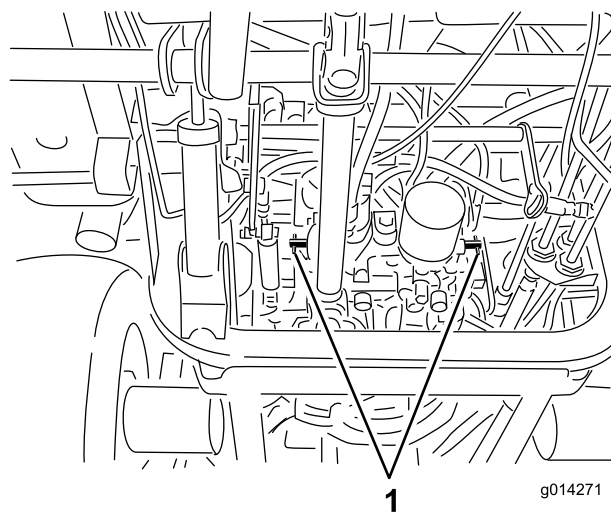

Figure 34
4. Tournez chaque vanne de dérivation d'un tour dans le sens anti-horaire (Figure 34).
Tournez chaque vanne de dérivation d'un tour dans le sens horaire et serrez-les à la main (couple de serrage de 8 Nm approx.) (Figure 34).